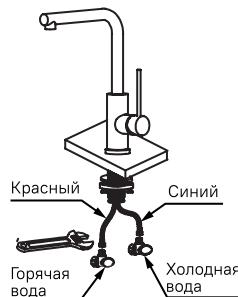

Рис. 4
- Подключите гибкую подводку к системе водоснабжения. Рекомендуется подключение холодной воды справа, горячей – слева (рис. 4). При затяжке накидных гаек необходимо придерживать рукой шланг гибкой подводки
- Connect flexible hoses to water supply system. It is recommended to arrange cold water from the right and hot water from the left. When tightening coupling nut hold the hoses with a hand (fig. 4).